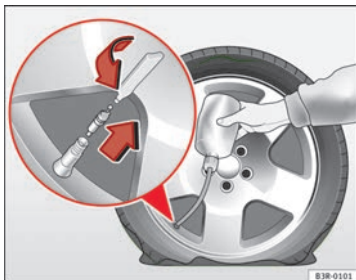

Abb. 118 Reifen: auffüllen
- Entfernen Sie die Ventilkappe vom Reifenventil und drehen Sie mit einem Ventileinsatzdreher den Ventileinsatz heraus ⇒ Abb. 118.